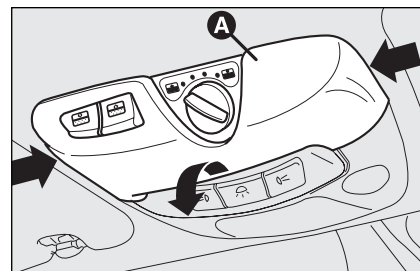

fig. 43
- ☐ remover o plafonier dianteiro **A**-fig. 43 premindo lateralmente no pré-formato de plástico como indicado pelas setas